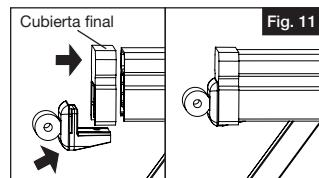

Fig. 11
- a. Presionar el tapón para travesaño superior y las cubiertas sobre los dos extremos del travesaño superior. Colocar los soportes superiores en su lugar en los extremos de los travesaños, comprobando que las cubiertas y el tapón de travesaño superior encajen en las ranuras de los soportes (Fig. 11).
- b. Alinear el soporte, el tramo y el travesaño superior. Instalar dos (2) tornillos de cabeza plana pintados de 1 5/8" por los orificios perforados fijando el conjunto solo en la parte superior del barandal de escalera.